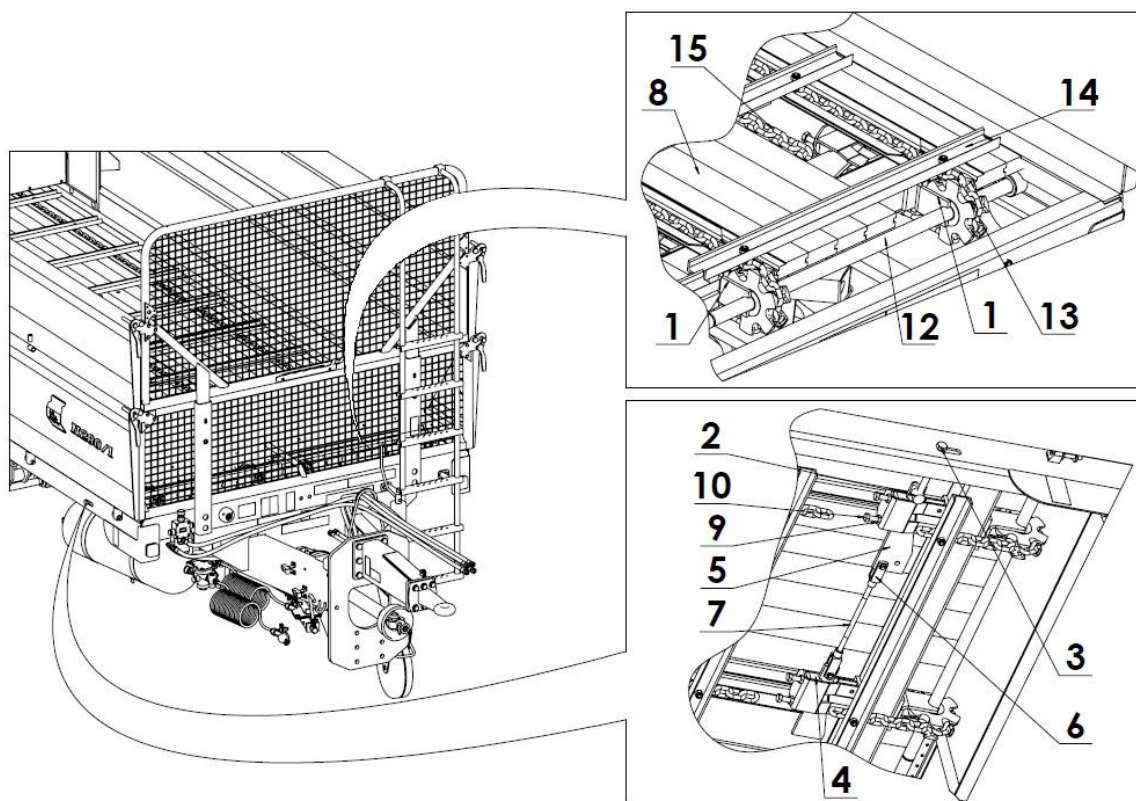

Рисунок 19-й Натяжение цепей напольного конвейера:
Натяжение конвейерных цепей осуществляется с помощью регулировочных болтов, расположенных на лонжеронах верхней рамы навозоразбрасывателя – рисунок 19. Регулировка производится путем вращения болта (3) для получения правильного натяжения цепи, но если натяжение одной из цепей отличается, настройки должны быть скорректированы с помощью соединителя (7). После исчерпания диапазона регулировки болта (3) отрегулируйте опору клина (5) с помощью болтов (10) и блока толкателя (4).